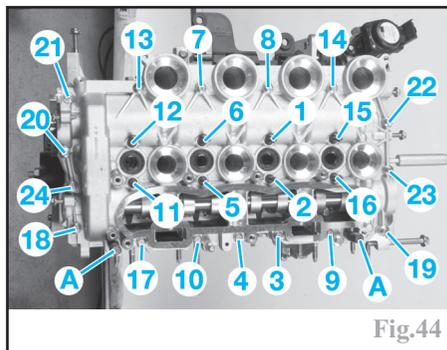

Fig.44
Reposer le carter supérieur de paliers d'arbre à cames sur la culasse en le centrant à l'aide de deux piges (outil réf (-) 0194-N) (A) (Fig.44) introduites dans les trous prévus à cet effet.
Approcher puis serrer progressivement les vis de fixation dans l'ordre indiqué (Fig.44).